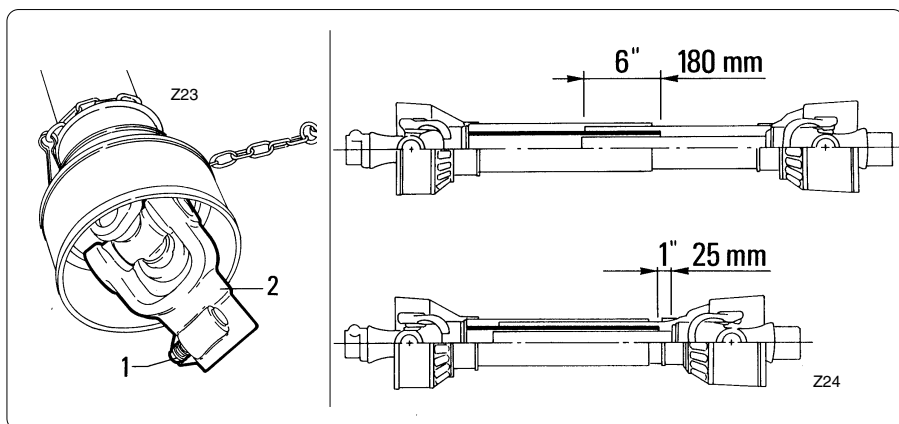

fig. 4.2.3
- Check that the driveline is the correct length fig. 4.2.3.
Driveline travel must still be about 25 mm (1 inch) in the maximum coupling position. See fig. 4.2.3.
To achieve this condition, completely insert the pins and safety bolts "1" fig. 4.2.3 into the relative grooves in the pto shafts on both the tractor and machine sides.
- Verificare la corretta lunghezza del cardano fig. 4.2.3.
Mentre nella posizione di massimo accoppiamento il cardano deve presentare ancora una corsa di circa 25 mm (1 inch) vedi fig. 4.2.3.
A tale scopo inserire completamente le spine e i bulloni di sicurezza "1" fig. 4.2.3 nelle scanalature appositamente predisposte sugli alberi della presa di forza, sia dal lato del trattore che dal lato della macchina.